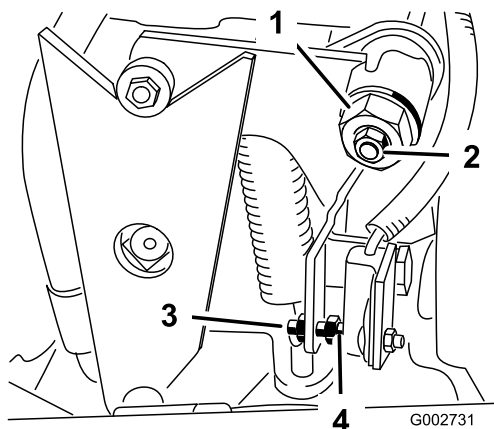

Figura 33
4. Desaperte a porca de bloqueio no excêntrico de tracção (Figura 33).
5. Ligue o motor e rode o excêntrico sextavado (Figura 33) em ambas as direcções para determinar a posição intermédia do ponto morto.
3. Ajuste o parafuso até a folga de ar ser de $1,5 \text{ mm} \pm 0,80$ (Figura 33).